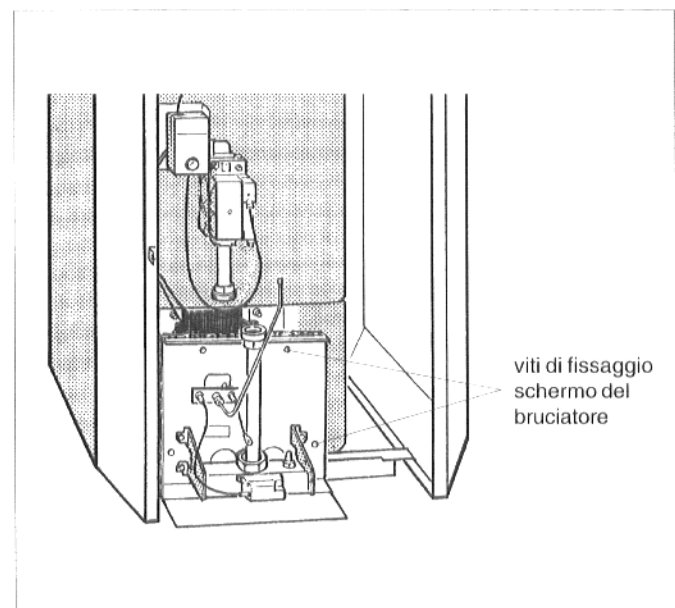

Fig. 43: Smontare bruciatore a gas
- Svitare le viti di fissaggio allo schermo del bruciatore ed estrarre il bruciatore (Fig. 43).